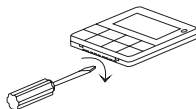

Рис.1
2. Как показано на рис. 1, используйте шлицевую отвертку для открытия корпуса пульта. Для этого аккуратно вставьте отвертку в паз на нижней торцевой поверхности пульта и слегка поверните. Постарайтесь не повредить корпус или плату пульта.